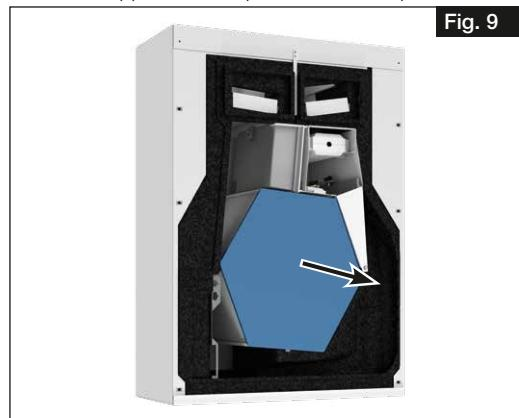

Fig. 9
2. Pour réduire le poids, retirer l'échangeur à contre-courant de l'appareil (voir Fig. 9).